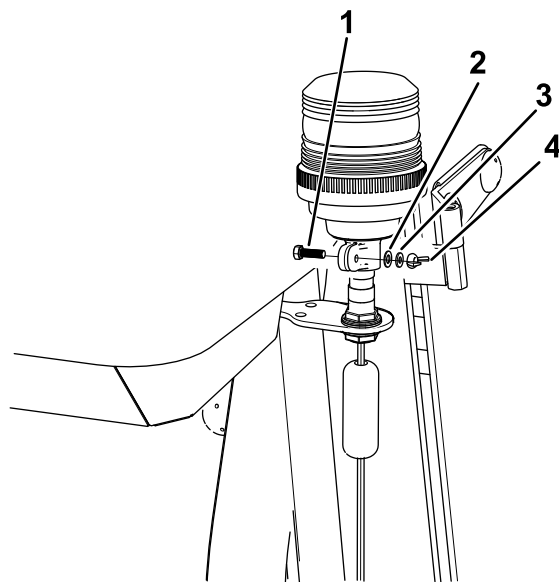

Figure 19
6. Serrez l'écrou à oreilles sur le collier (Figure 19).